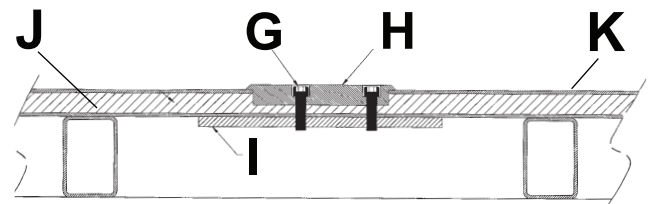

Figure 4 – Ancrer la plaque de plancher dans les ouvertures encastrées
4. À l'aide de deux vis d'assemblage à 6 pans creux de 3/8 po (1 cm) de diamètre (grade 8) (G), ancrer chaque plaque de plancher (H) dans les ouvertures encastrées avec les trous taraudés orientés vers le haut (Figure 4).
- Des plaques d'appui en acier (ou équivalent) (I) (non fournies) sont requises pour un soutien supplémentaire (Figure 4).